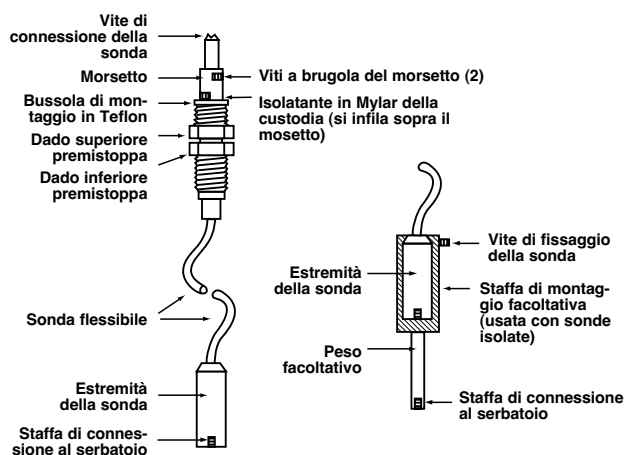

Figura 4
1. Svitare la sonda dalla sua custodia. Togliere l'isolante in mylar della custodia posto sopra al morsetto. Vedere **Figura 4**.
4. Fissare l'estremità inferiore della sonda (o il peso facoltativo) alla staffa del serbatoio, nel caso in cui questa venga utilizzata. Vedere **Figura 4**.